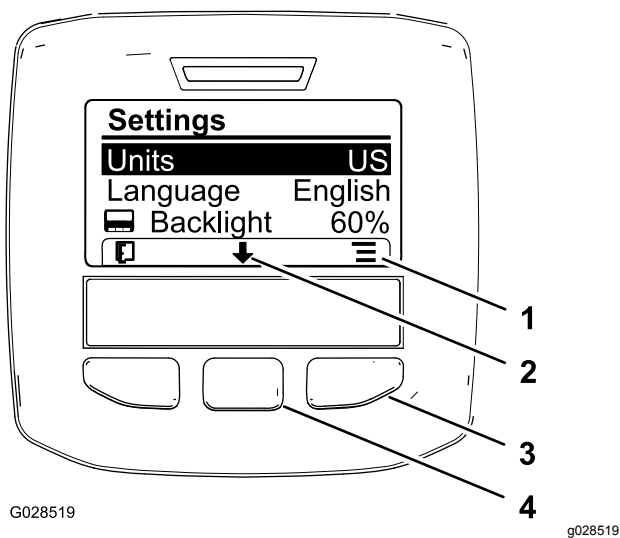

Figure 29
2. Pour changer d'unité de mesure, appuyez sur le bouton de sélection droit pour changer la liste des unités affichées (Figure 29).
- Pour changer la langue de l'affichage, appuyez sur le bouton de sélection central (situé sous la flèche vers le bas dans l'affichage) pour déplacer l'option de langue sélectionnée (Figure 29).
- Appuyez sur le bouton de sélection droit (situé sous l'icône de liste dans l'affichage) pour mettre en surbrillance la langue qui sera utilisée dans l'affichage (Figure 29).
- Appuyez sur le bouton de sélection gauche pour retourner à l'écran d'accueil (Figure 29).